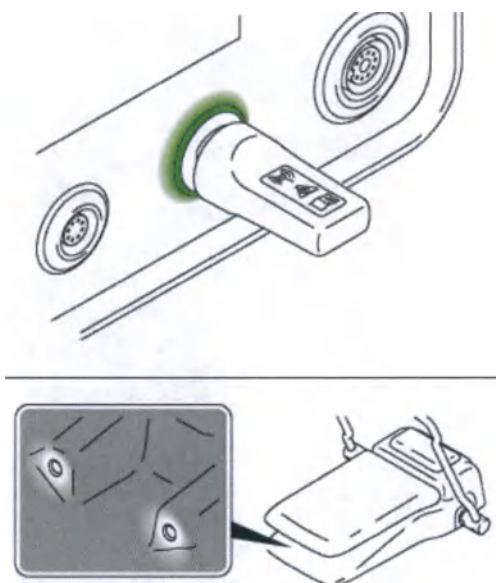

Рисунок 49 — Успешное завершение сопряжения беспроводной педали
- Зеленый индикатор порта консоли указывает на успешное подключение (рисунок 49).